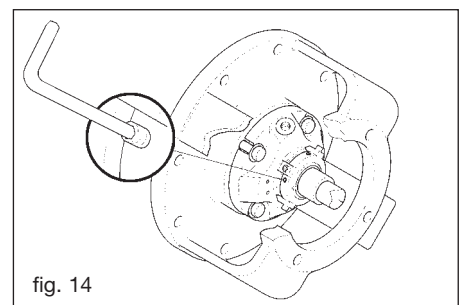

fig. 14
- Lossa på skruvstiften på axelhylsan (fig. 14).
- Dra åt stiften kraftfullt (fig. 14).